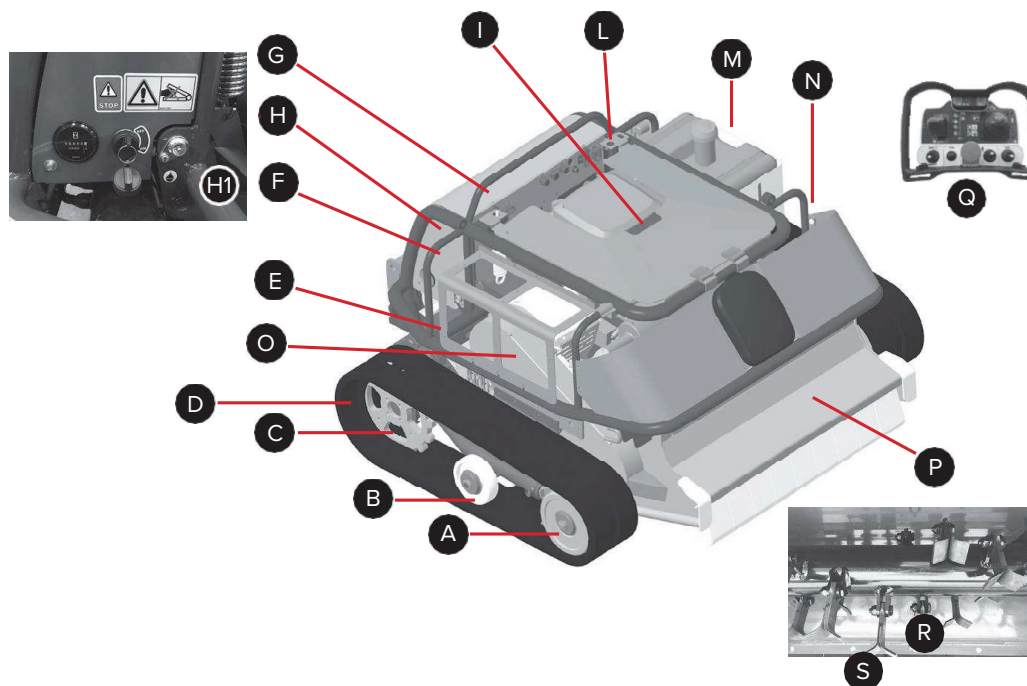

Рис. 7
Наименование деталей (рис. 7)
Двигатель (Рис.7 - I)
Воздушный фильтр (Рис.7 - N)
Топливный бак (Рис. 7 - M)
Дека (Рис. 7 - P)
На двигателе (рис. 7 (L)) и на пульте (рис. 7 (H1)) есть кнопки аварийной остановки «СТОП», которыми можно глушить двигатель. В целях безопасности двигатель глушится автоматически, если нарушена связь между пультом и роботом.